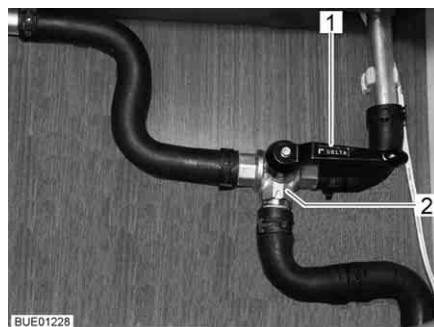

Fig. 146 Valvola a 3 vie
- Posizionare la leva (Fig. 146,1) della valvola a 3 vie (Fig. 146,2) parallela alla direzione di flusso diretta (Fig. 146).
- Posizionare la leva (Fig. 146,1) della valvola a 3 vie (Fig. 146,2) trasversale alla direzione di flusso diritta.